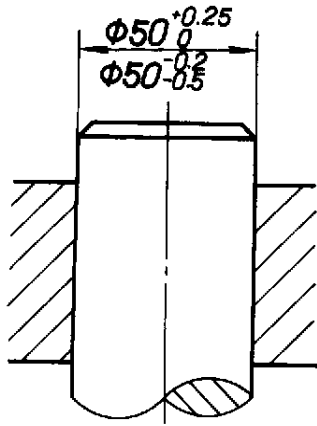
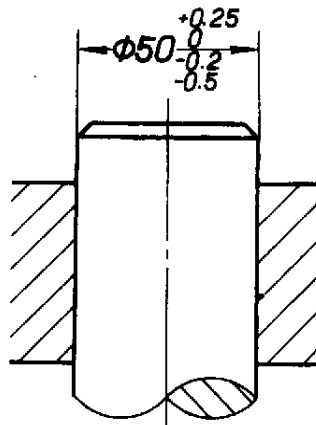

图 18
图 19
3.2 在装配图中标注相配零件的极限偏差时，一般按图18的形式标注，孔的基本尺寸和极限偏差注写在尺寸线的上方，轴的基本尺寸和极限偏差注写在尺寸线的下方，也允许按图19的形式标注。